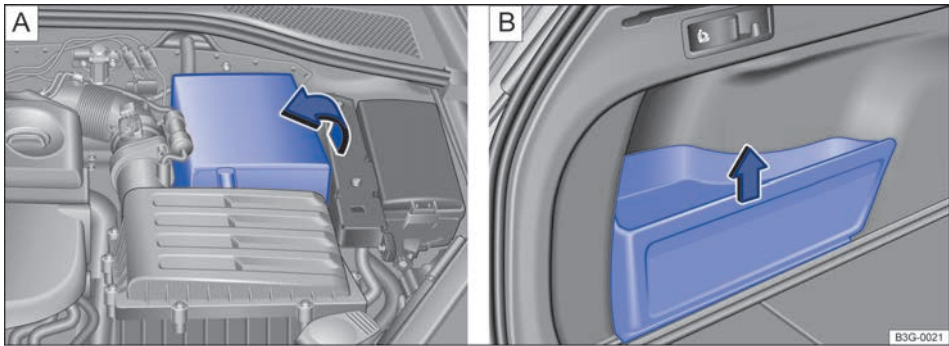

Fig. 304 En el vano motor **A** o en el maletero **B**: abrir o retirar la cubierta de la batería.
Para *abrir* la cubierta, levántela en el sentido de la flecha → fig. 304 .
Para *cerrar* la cubierta, bájela en el sentido contrario al de la flecha → fig. 304 .
- La batería se encuentra en el maletero detrás de una cubierta → fig. 304 .
- Para *desmontar* la cubierta, extráigala hacia arriba, en el sentido de la flecha → fig. 304 .
- Para *montar* la cubierta, colóquela en la posición original en el sentido contrario al de la flecha → fig. 304 .